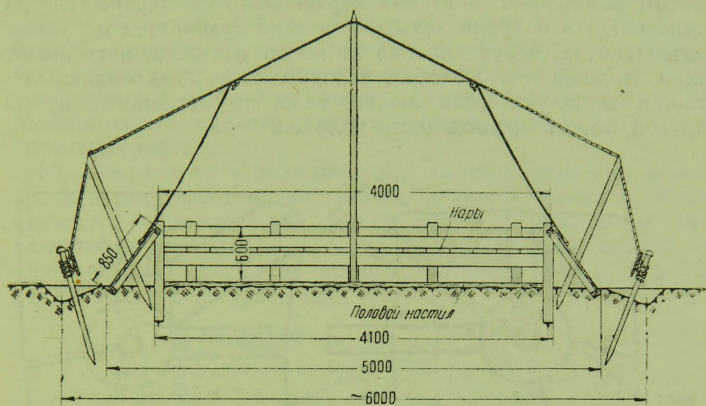
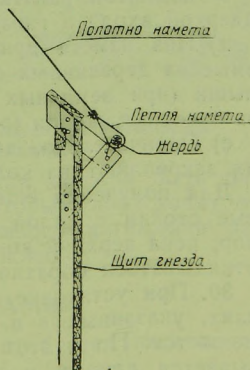

Рис. 9. Палатка на гнезде с откосами (разрез)
Рис. 10. Крепление палатки за откосные жерди
26. Гнездо должно быть построено так, чтобы низ намета палатки закреплялся, не перегибаясь и не касаясь гнезда тканью. Для этого стенки гнезда делают откосные (рис. 9), если же стенки гнезда сделаны вертикальными, то вместо откосов из досок применяют откосные жерди (рис. 10).
д) Низ намета прикрепляют петлями за гвозди, вбиваемые на деревянных откосах гнезда (рис. 6), или за приколыши (при земляных откосах гнезда), или привязывая их за откосные жерди (рис. 10).
Низ намета лагерной красноармейской палатки должен быть всегда прикреплен к гнезду, как указано на рис. 9 и 10, т. е. без касания и перегиба ткани на гнезде (что практиковалось раньше). Воспрещается также прикреплять низ намета, вбивая гвозди через ткань.